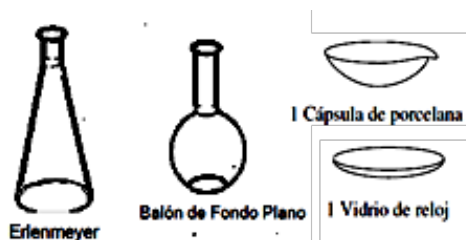

Figura 5
3.1.5. Materiales variados (para combinación, reacción y mezclas) (Figura 5)